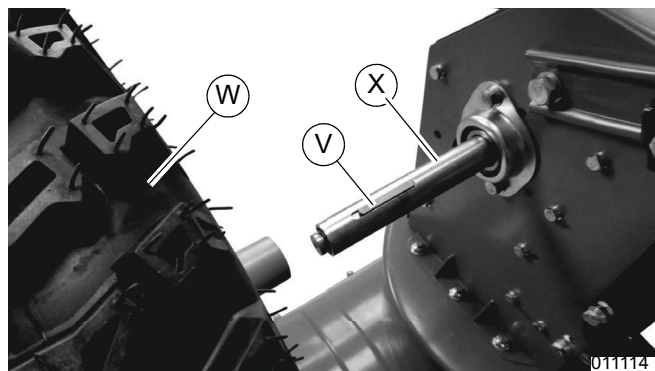

Figura 4-38. Instalación de las chavetas del eje
12. Consulte la **Figura 4-38**. Instale ambas chavetas del eje (V) y las ruedas (W) en los semiejes (X).